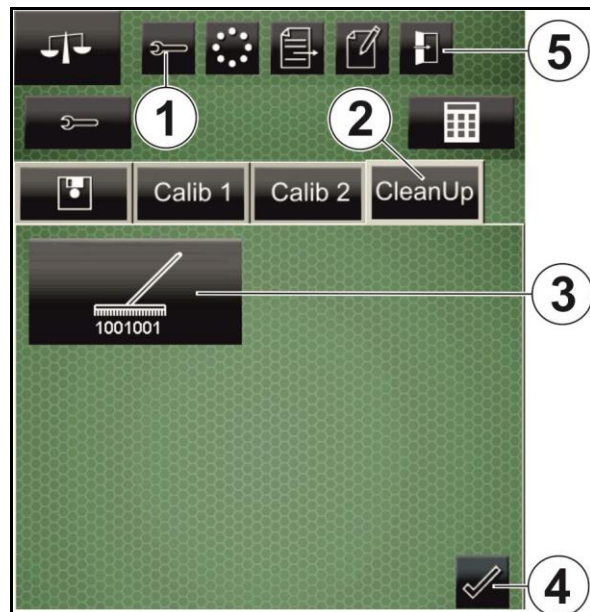

Fig. 185
6. Drücken Sie die Taste „Bestätigen“ (Fig. 185/4), um den Vorgang abzuschließen.
7. Drücken Sie die Taste „Menü verlassen“ (Fig. 185/5), um das Grundbild des Terminals aufzurufen.